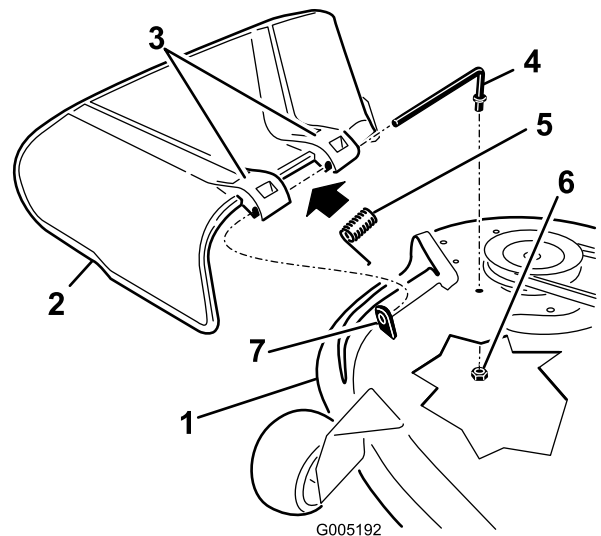

Figure 61
- Retirez l'écrou ($\frac{3}{8}$ po) de la tige, sous le tablier de coupe (Figure 61).
- Sortez la tige de la courte cheville de positionnement, du ressort et du déflecteur d'herbe (Figure 61).
4. Remettez en place le déflecteur d'herbe (Figure 61).
7. Insérez la tige dans le deuxième support du déflecteur d'herbe (Figure 61).
9. Fixez l'extrémité arrière de la tige dans le tablier de coupe à l'aide d'un écrou ($\frac{3}{8}$ po), comme montré à la Figure 61.